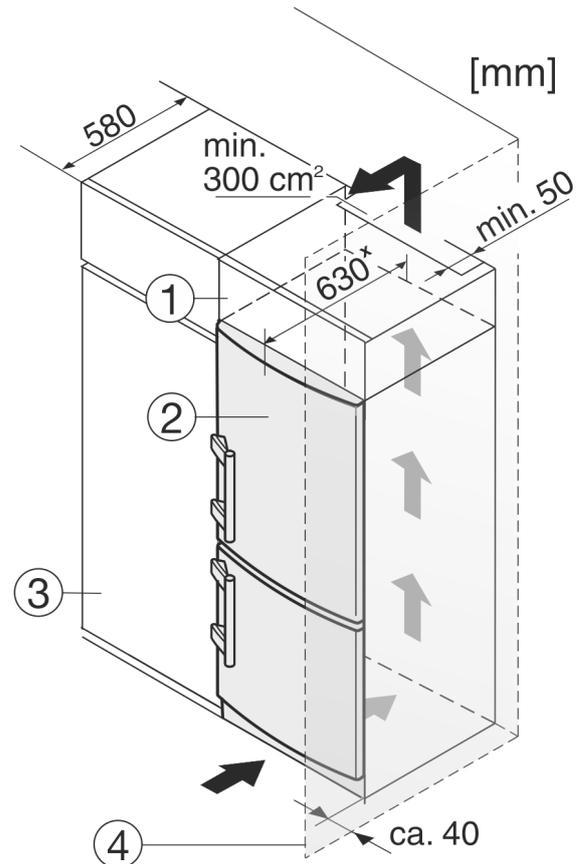

Fig. 9
Das Gerät kann mit Küchenschränken umbaut werden. Um das Gerät Fig. 9 (2) der Küchenzeilenhöhe anzugleichen, kann über dem Gerät ein Aufsatzschrank Fig. 9 (1) angebracht werden.
Beim Umbau mit Küchenschränken (Tiefe max. 580 mm) kann das Gerät direkt neben dem Küchenschrank Fig. 9 (3) aufgestellt werden. Das Gerät steht seitlich 34 mm \* und in der Gerätemitte 50 mm \* gegenüber der Küchenschrankfront vor.
Wenn das Gerät mit den Scharnieren neben einer Wand Fig. 9 (4) aufgestellt wird, muss der Abstand zwischen Gerät und Wand mindestens 40 mm betragen. Dies entspricht dem Griffüberstand bei geöffneter Tür.